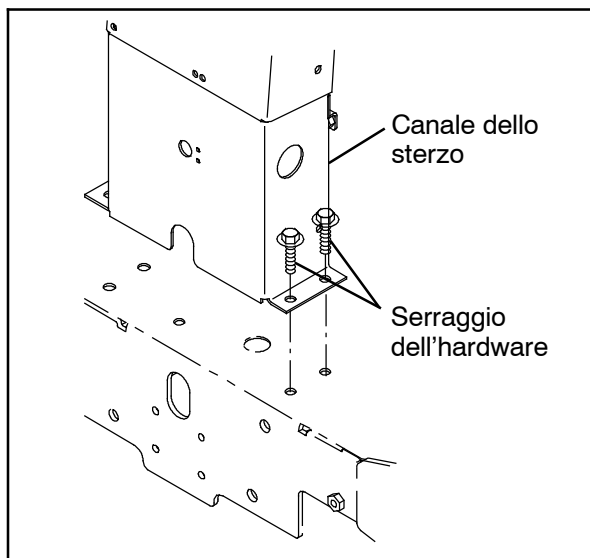

FIG. 41
15. Serrare l'hardware del canale dello sterzo (37 - 48 Nm / 27,3 - 35,4 ft lb). (Fig. 41)